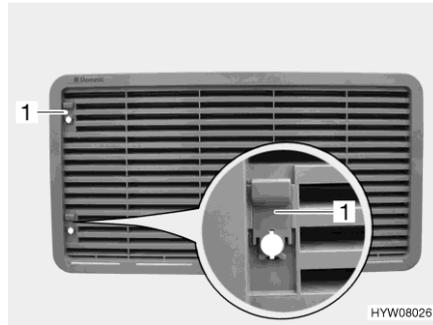
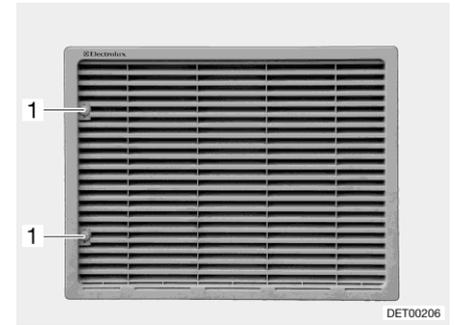

Bild 250 Kühlschrank-Lüftungsgitter
Bild 251 Kühlschrank-Lüftungsgitter
- Je nach Ausführung Schieber (Bild 250,1) nach oben schieben oder Schraube (Bild 251,1) mit Hilfe einer Münze eine viertel Umdrehung drehen.